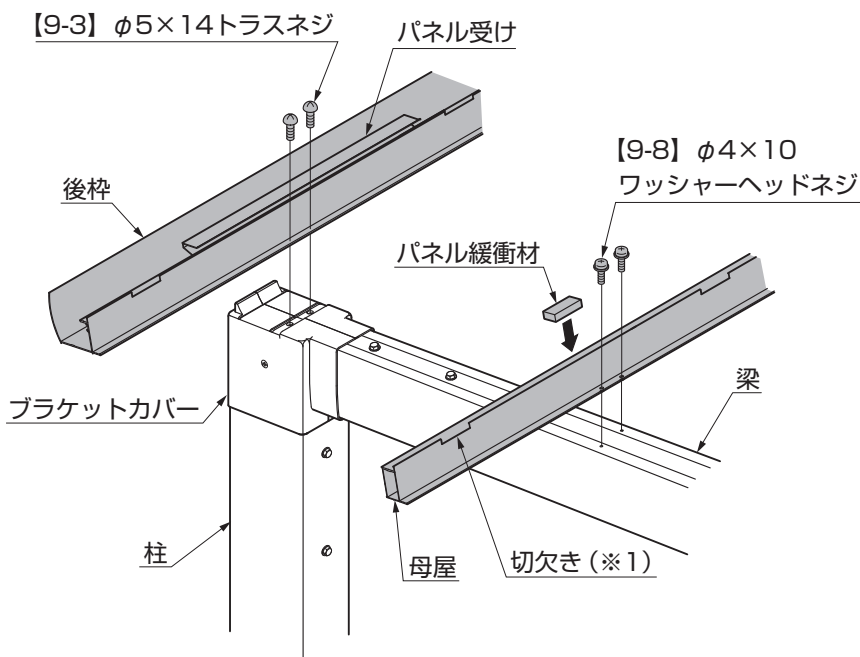
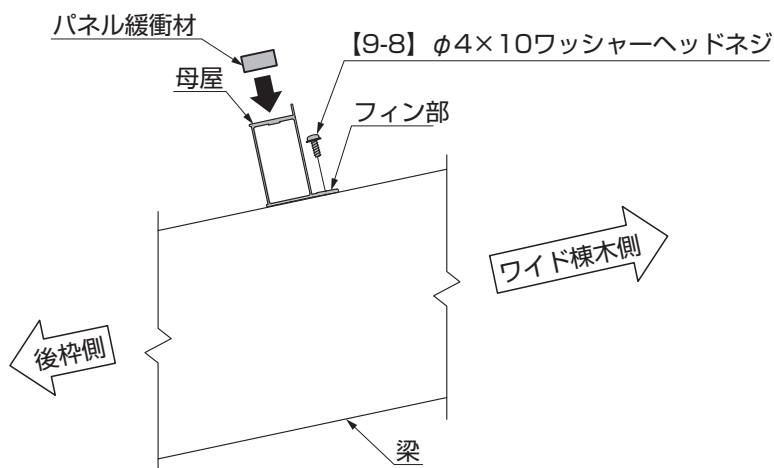

図4-1
図4-3
①後枠をブラケットカバーに【9-3】で取付けてください。(図4-1参照)
- ②パネル緩衝材を母屋の切欠きと切欠き(※1)の間に貼付けてください。(図4-1、図4-3参照)
- ③ワイド棟木側にフィン部を向けて、母屋を梁に【9-8】で取付けてください。(図4-3参照)